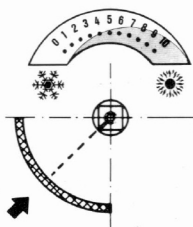
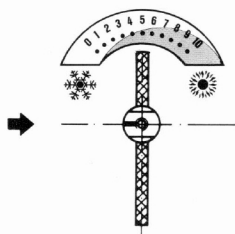
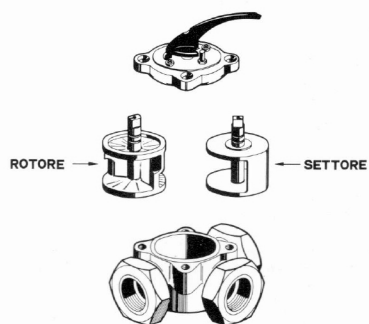

Fig. 8 - Se l'albero è a sezione quadrata, la valvola è del tipo a settore.
Fig. 9 - Se l'albero è a sezione rettangolare, la valvola è del tipo a rotore.
Fig. 10 - Esplosione valvola a 3 vie con interno a rotore o settore.
- ved. curve in fig. 9
★ se l'albero è a sezione quadrata, la valvola è del tipo a settore; la tacca di riferimento indica la mezzarota del settore (fig. 8) (fig. 10);
★ se l'albero è a sezione rettangolare, la valvola è del tipo a rotore; la tacca di riferimento rivolta verso l'arrivo dell'acqua di caldaia indica « valvola a metà corsa » (fig. 9) (fig. 10).